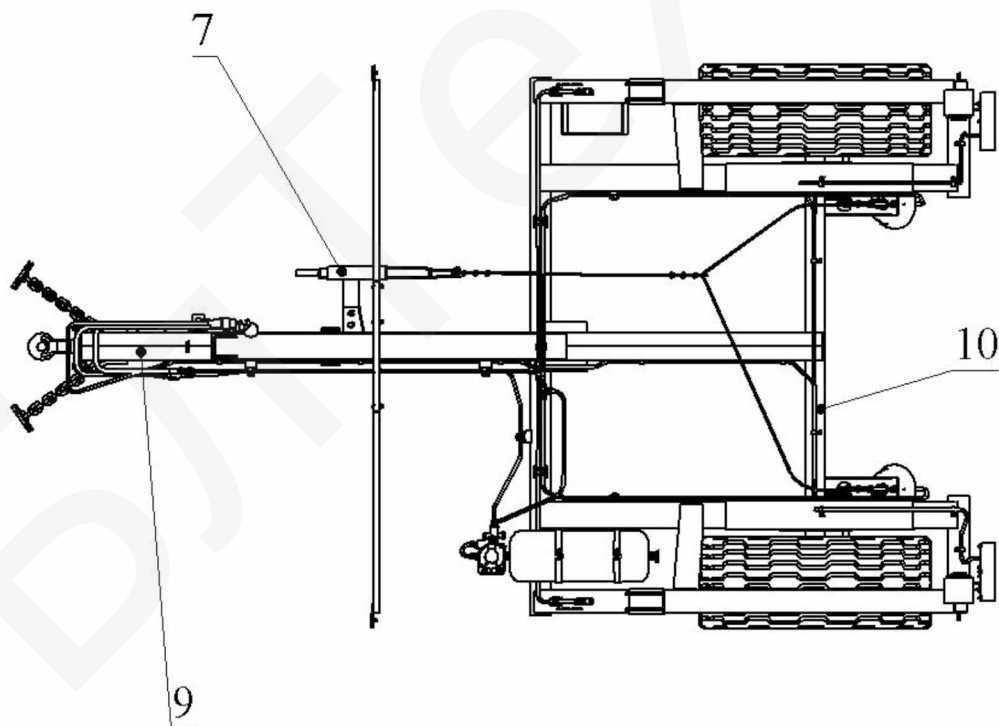

Рисунок 1.2 – Шасси полуприцепа
2.2 Шасси (рисунок 1.2) 1 полуприцепа состоит из однобалочного дышла-рамы 9, оси с колесами 10, стоек крепления кузова с усилительными трубами 11, соединенных между собой посредством сварки.